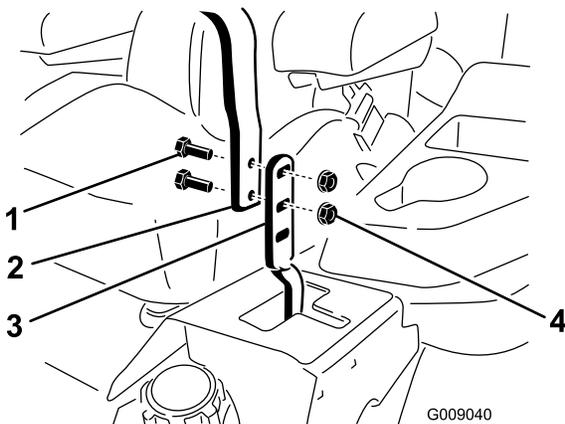

Bild 64
3. Lösen Sie die Schrauben und die Bundmuttern, die in den Hebeln installiert sind (**Bild 64**).